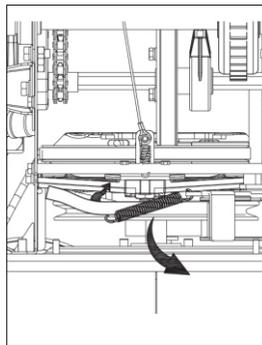

Рис. 32
- Отсоедините пружину опорного кронштейна от рамы (рис. 32).